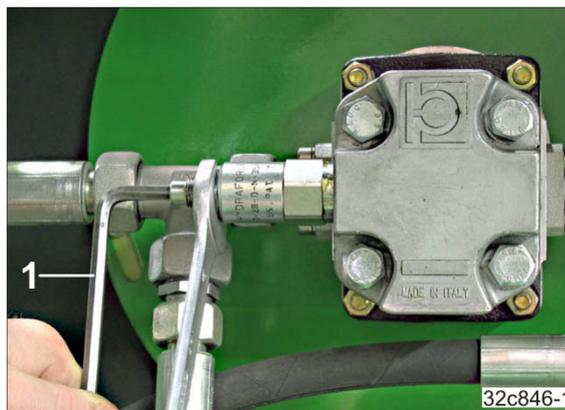

Рис. 165
1. Ослабьте контргайку (Рис. 165).
- 2.1 Поверните болт с помощью торцевого шестигранного ключа (Рис. 165/1) в нужную сторону.
2. Установите заданную частоту вращения вентилятора с помощью торцевого ключа (Рис. 165/1) на редукционном клапане. Не допускайте превышения максимальной частоты вращения вентилятора в 4000 об/мин.